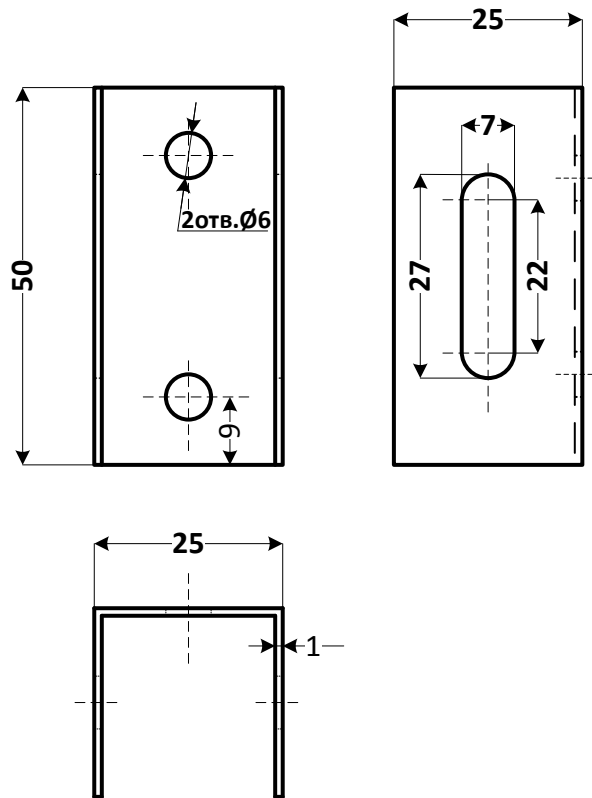

Рисунок 2. Габаритные размеры и установочные размеры основания монтажного **OM1 KHY-2**.
Конструкция **OM1 КНУ-2** представляет собой монолитный корпус, выполненный из конструкционной стали, покрытой цинком (методом гальванического цинкования), данный материал обеспечивает необходимые механические характеристики: коррозионную стойкость, прочность, жесткость, термостойкость, стойкость к высоким и низким температурам (от -70 до +100°C), эксплуатацию на открытом воздухе (УХЛ 1). На основании монтажном расположены два отверстия диаметром 6 мм (см. рис. 2) для крепления на поверхность (винтами или саморезами) и два отверстия 7x27 мм для установки на трубостойку или столб (лентой монтажной, хомутом или кабельной стяжкой). Фиксация оборудования (коробка КНУ-2, устройств защиты серии OD и т.д.) на основании монтажном **OM1 КНУ-2** осуществляется с помощью двух нейлоновых морозостойких монтажных стяжек.
2.2 Установить **OM1 KHY-2**: - для установки на поверхность, стены, потолки, металлические и строительные конструкции используются два штатных отверстия диаметром  $\varnothing 6,0$  мм (см. рис. 2 и 3а), крепить винтами, шурупами и т.п.; - для установки на трубостойку, опору или столб притянуть основание лентой монтажной (бандажной), монтажным хомутом или двумя нейлоновыми морозостойкими монтажными стяжками через отверстия  $7 \times 27$  мм (см. рис. 2 и 3б).